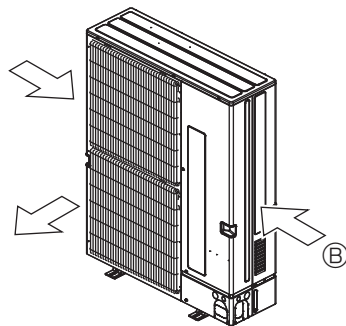

Fig. 2-17
- ② Posisjoner enheten slik at luftløpet står vinkelrett på den rådende vindretningen for årstiden, hvis det er mulig. (Fig. 2-17)